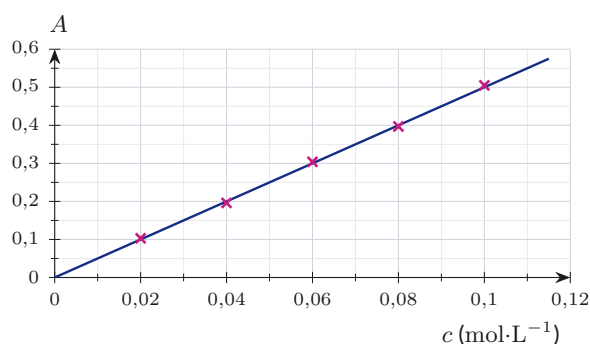

Figure 3 — Droite d'étalonnage à 395 nm
On mesure à 395 nm l'absorbance de solutions de sulfate de nickel(II) de concentrations connues (points de la figure 3), puis on trace la droite modélisant ces mesures.